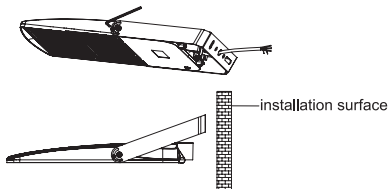

Figure 1
1. Desserrez les vis des deux côtés du support avec une clé. Ajustez l'angle du support de l'étrier pour qu'il soit parallèle à la surface d'installation. (Figure 1)